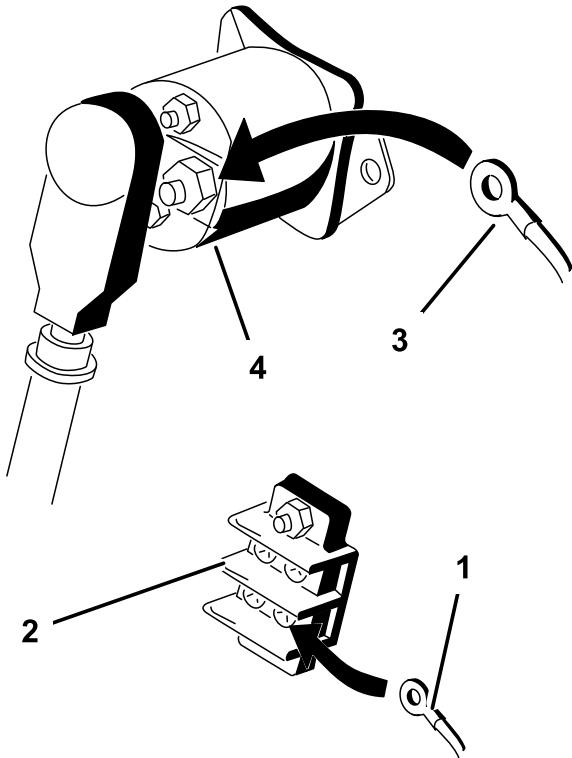

Bild 16
3. Schließen Sie den mit Erde beschrifteten Ring an den schwarzen Draht am Erdungsterminal an (Bild 16).